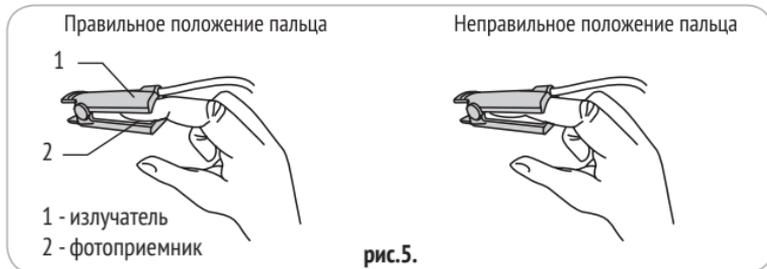

рис.5.
выполнен в виде клипсы, которая надевается на палец пациента так, как показано на рис. 5, при этом следует следить, чтобы фотоприемник прилегал к мягким тканям. Пальцевые датчики можно устанавливать только на пальцы рук или ног. Масса и возраст взрослого пациента при этом не ограничены.
Нажмите кнопку 3 «Вкл» для включения пульсоксиметра. Светодиод 10 загорится желтым цветом. При нормальной работе на индикаторе пульсоксиметра, в течении 2 с появится надпись «НА» - настройка. Если надпись «НА» не появилась и через 2 с на индикаторе 1 появляется надпись «НД» - нет датчика, то подсоедините датчик пульсоксиметрический. На экране должна появиться надпись «НП» - нет пациента. Установите датчик на пациента, как указано на рис.5, рис.7 в зависимости от типа датчика и убедитесь в работоспособности пульсоксиметра.
3.3.4. Установите на пациента датчик как указано на рис. 5, рис. 7 в зависимости от типа датчика. При этом рука не должна находиться в напряжённом состоянии. В случае двигательной активности пациента зафиксируйте кабель датчика на запястье липкой лентой.